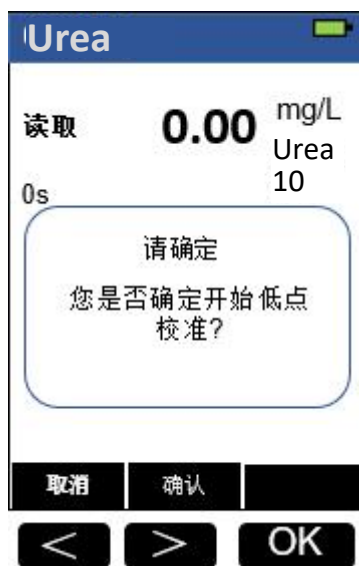

图 17：低点校准界面
2. 如果测量值与已知校准标准液浓度不同，按“校准/系统”按钮，选择“低点校准”，进入标定界面，如图 17 所示。